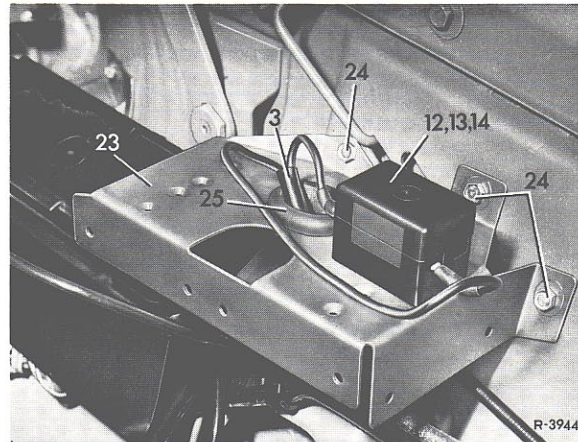

Bild 67-2/5
13. Zusatzleitungssatz (3) unter der Abdeckung (22) und entlang dem Längsträger am Einstieg rechts, danach weiter, unter Verwendung der Kabelbänder (15), entlang dem Hauptleitungssatz an der Verstärkung Instrumententafel und durch die serienmäßig vorhandene Gummitülle in der Stirnwand links, bis zur Sicherungsdose verlegen, dabei mit dem Papierklebeband Teil-Nr. 001 898 41 85 den Zusatzleitungssatz (3) an den in Bild 67-2/1 ersichtlichen Stellen mehrmals umwickeln.